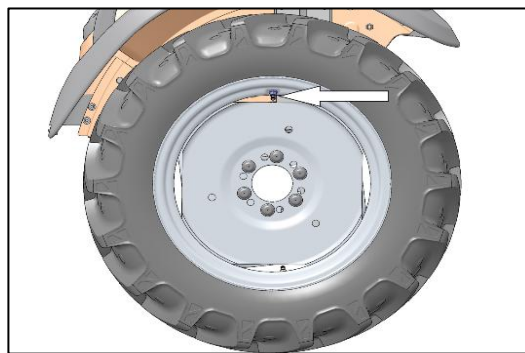
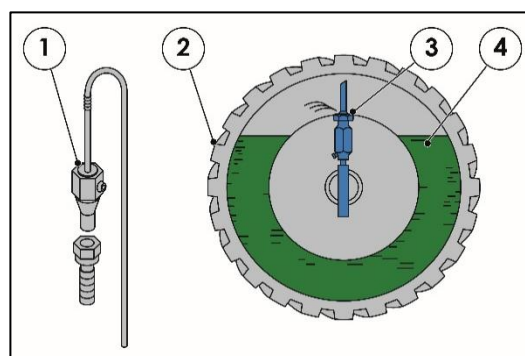

Abb. 204 – FÜLLEN DES REIFENS MIT FLÜSSIGKEIT
Abb. 205 – ADAPTER-
1. Verwenden Sie die entsprechende Hebevorrichtung, um den Reifen (Pos. 2 in Abb. 205) vom Boden anzuheben und zu halten, bzw. setzen Sie den Wagenheber am Heck des Traktors an (siehe Abb. 38), um den Reifen über den Boden zu heben.
2. Drehen Sie den Reifen (Pos. 2 in Abb. 205), bis sich das Reifenventil (Pos. 3 in Abb. 205) ganz oben befindet (siehe Abb. 204).
3. Verwenden Sie die entsprechende Ausrüstung, um Luft aus dem Reifen abzulassen (Pos. 2 in Abb. 205), und entfernen Sie das Reifenventil (Pos. 3 in Abb. 205).
4. Setzen Sie den Wassereinfülladapter (Pos. 1 in Abb. 205) in die Gewindeöffnung des Reifenventils ein.
5. Füllen Sie den Reifen (Pos. 2 in Abb. 205) mit einer Mischung aus Wasser und Frostschutzmittel (Pos. 4 in Abb. 205) über den Wassereinfülladapter (Pos. 1 in Abb. 205).
Beim Befüllen des Reifens (Pos. 2 in Abb. 205) fließt das Gemisch aus Wasser und Frostschutzmittel (Pos. 4 in Abb. 205) in den Reifen (Pos. 2 in Abb. 205). Dadurch wird gleichzeitig die unerwünschte Luft über den Wassereinfülladapter (Pos. 1 in Abb. 205) abgelassen.
1. Wenn der Reifen (Pos. 2 in Abb. 205) mit der richtigen Menge befüllt ist, entfernen Sie den Wassereinfülladapter (Pos. 1 in Abb. 205).
2. Montieren Sie das Reifenventil (Pos. 3 in Abb. 205).
3. Füllen Sie den Reifen (Pos. 2 in Abb. 205) mit Luft auf den angegebenen Druck auf. Den Reifendruck und die Angaben zur Beladung (siehe Tabelle 28) entnehmen Sie bitte den Reifendaten.